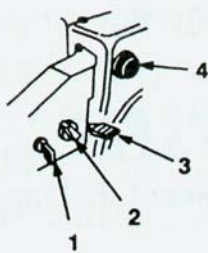

图 14
- 点火开关(图 14)——启动发动机前插入钥匙, 关闭时, 拔出钥匙。
- 阻风门(图 14)——启动冷发动机时, 旋转阻风
- 油门(图14)——向上移油门, 增大发动机速度, 向下移油门, 减小发动机速度。
- 手动燃油泵(图14)——按手动燃油泵, 能注少量汽油于发动机内, 以改善低温时的启动。
2. 从点火开关上拔下钥匙。(图14)
3. 拔下阻风门手柄。(图14)
1. 移动速度换档杆至空档位置，油门至快速(FAST)位置。(图 14)
5. 插入点火钥匙。(图 14)
6. 用大拇指缓缓按手动燃油泵三次，每次之间停顿片刻。(图 14)
9. 发动机启动后，立刻旋转阻风门(图 14)到 $3/4$ 的位置。发动机变热后再旋阻风门到 $1/2$ 的位置。当发动机完全加热后，旋转阻风门到“off”位置。